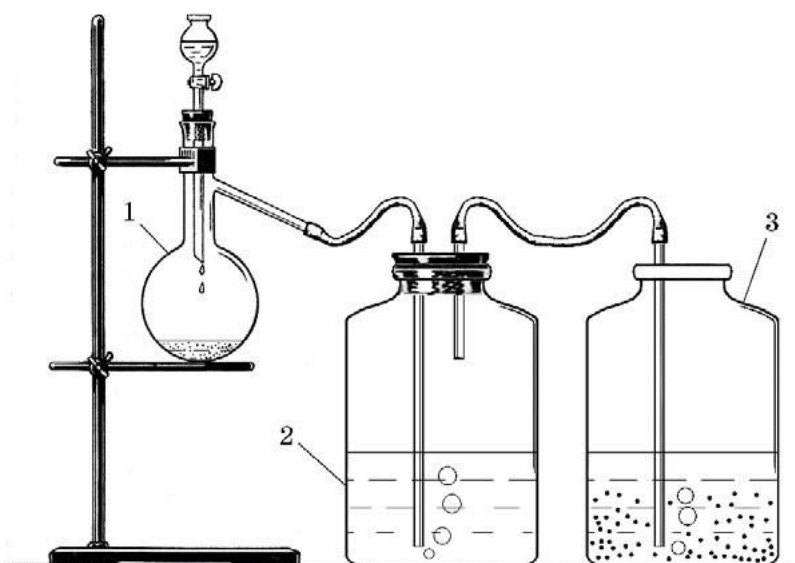

Рис. 2. Прибор для получения вещества А
В колбу Вюрца 1 (рис. 2) помещают кусочки твёрдого вещества Y_1 . Из капельной воронки добавляют воду. Как только вода приходит в соприкосновение с поверхностью Y_1 , тотчас начинает выделяться бесцветный газ Y_2 , который пропускают через раствор сульфата меди в банке 2 для очистки от примесей. В банке 3 предварительно наливают раствор серной кислоты и добавляют оксид ртути (II). При взаимодействии этих веществ образуется катализатор для реакции синтеза А. В присутствии данного катализатора газ Y_2 в банке 3 превращается в вещество А.